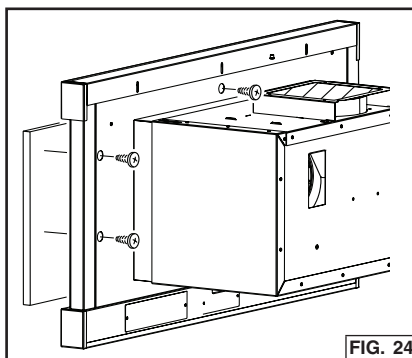

FIG. 24
2. Fixez le panneau au panneau avant de la hotte avec les vis d'une taille appropriée. Fig. 24.